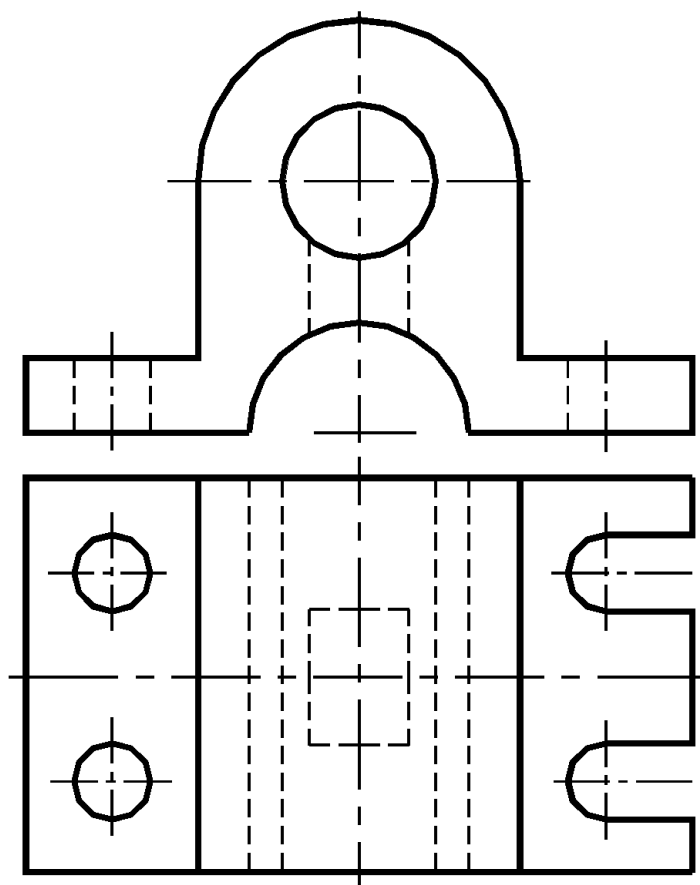

Рисунок 2.4 – Задание к теме 2.
**Задание к теме 2.** На представленном чертеже детали (рисунок 2.4.) указать шероховатость поверхностей детали в зависимости от видов обработки. Проставить размеры.